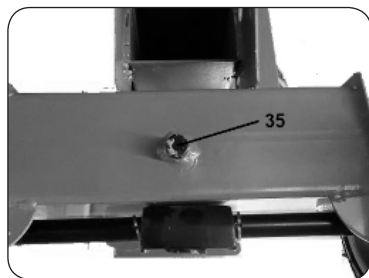

Figura 12
2. Desaperte o parafuso de drenagem de óleo (35) que está localizado na parte inferior do tanque, para o remover. (Figura 12)